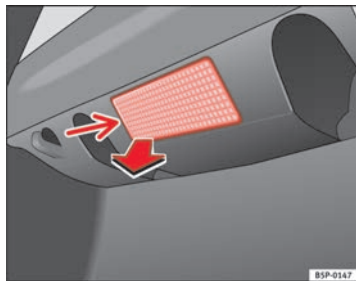

Abb. 176 Gepäckraum-
- Nehmen Sie das Lampenglas der Glühlampe durch Druck mit einem Schraubendreher auf dessen Unterkante -Pfeil- ab ⇒ Abb. 176.